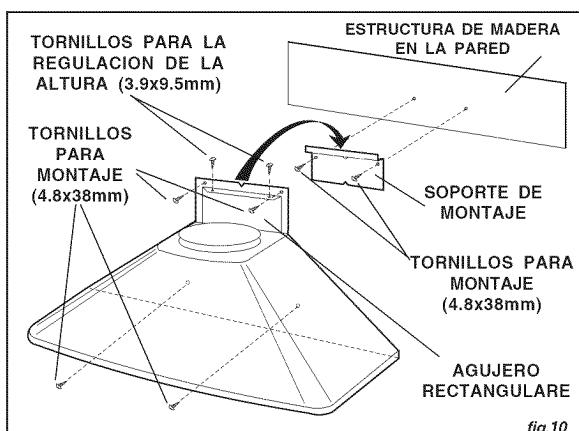

fig.10
3. Alinee la abertura rectangular de la parte posterior de la campana con el soporte de montaje de la pared. Baje suavemente la campana hasta que encaje correctamente en el soporte. Fig.10
4. Nivele la campana. Los **tornillos para la regulación de la altura** permiten un ajuste en vertical. Sujete la campana con **tornillos para montaje** (4.8x38mm). Use escarpas si no dispone de tacos o de la estructura de soporte en madera. Asegúrela con (2) tornillos (4.8x38mm) de montaje. Si no dispone de tachones de pared ni de marcos, utilice los soportes de muro de mampostería sin mortero suministrados. Fig.10